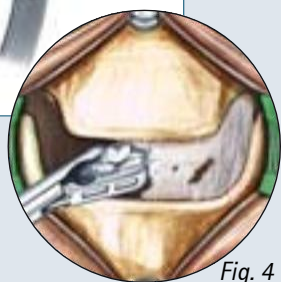

Fig. 4
- ☞ La discectomía completa se realiza con diferentes pinzas gubias, curetas rectangulares y curetas óseas (Fig. 4). Si utiliza una broca de alta velocidad para eliminar el borde posterior u osteofitos dorsales, tenga cuidado de no dañar los platillos vertebrales del cuerpo vertebral.